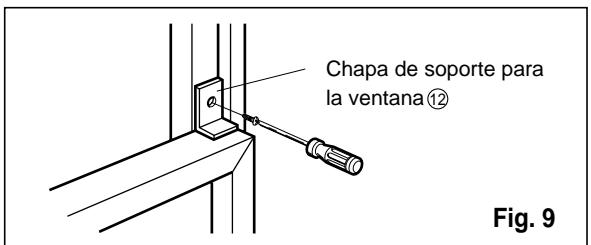

Fig. 9
12. Sujete la chapade soporte en el marco de la ventana ⑯ con un tornillo tipo C. (Ver Fig. 9)